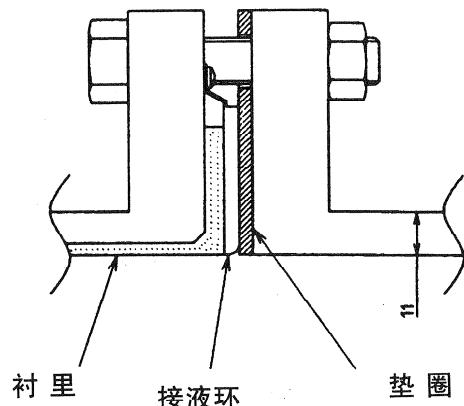

图 2-26 在 2.5A-1100A 的条件下材质为 SUS，以及在 250A-1100A 的条件下材质为 SUS 以外的场合
1. 按规定的紧固力矩进行安装的场合，如图 2-26 进行安装。